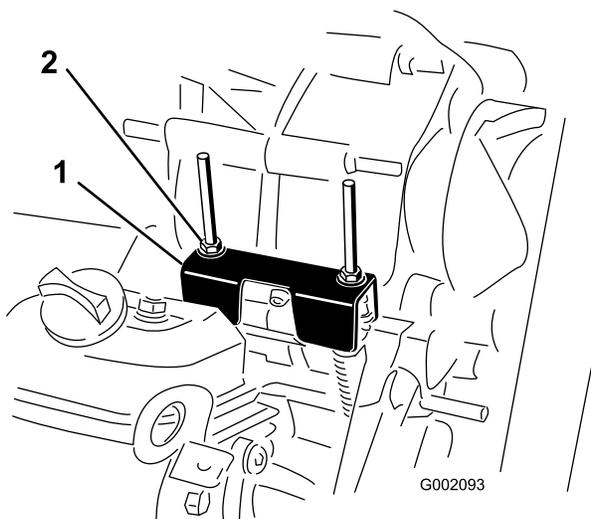

Bild 48
Wenn Sie regelmäßige Wartungsarbeiten und/oder eine Motordiagnostik durchführen, müssen Sie die Antriebsachse zunächst in den Leerlauf schalten (Bild 48). Der Schalthebel weist eine Leerlaufstellung auf, die den Leerlauf der Antriebsachse bestimmt. Treffen Sie die folgenden Maßnahmen, um sicherzustellen, dass der Schalthebel in der Leerlaufstellung die Antriebsachse auch richtig auf Leerlauf schaltet:
- Stellen Sie sicher, dass die Leerlaufhalterung in der Neutralstellung ist (mit der Kabelbefestigungshalterung unter der Ganghalterung nivelliert), indem Sie die Antriebskupplung drehen (Bild 48).
3. Drehen Sie eine der Sicherungsmuttern (Bild 48), um einen Abstand von 0,762 mm bis 1,524 mm zwischen der Unterseite der Mutter bzw. Scheibe und der Leerlaufhalterung zu erhalten.